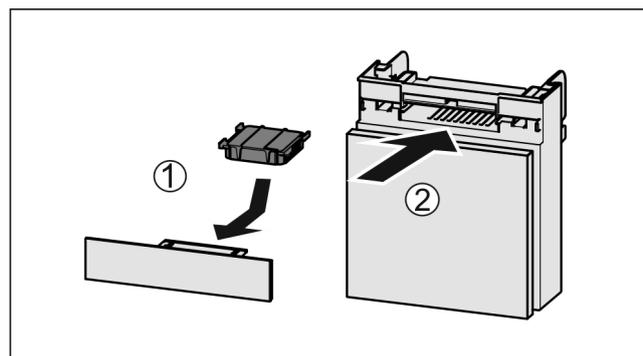

Fig. 107
- ▶ Aktivkohlefilter nach Abbildung einsetzen Fig. 107 (1).
- ▶ Fach einschieben Fig. 107 (2).